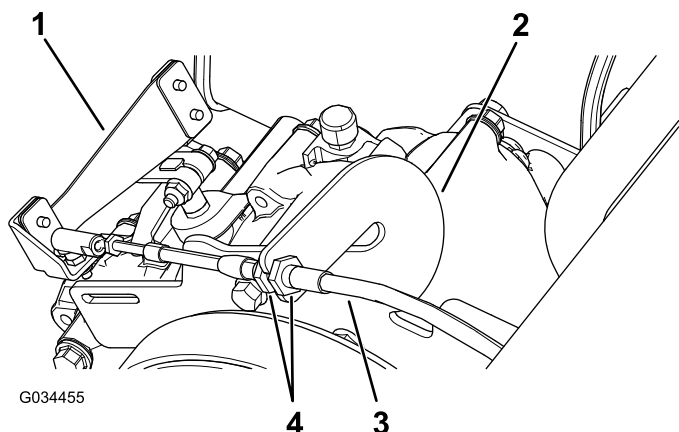

Figura 58
1. Slăbiți piulițele de blocare de pe cablul schimbătorului de viteze și reglați-le după cum este necesar (Figura 58).
2. Testai poziia schimbătorului de viteze rotind selectorul de schimbare a vitezelor în cele 3 poziii diferite i verificai dac maneta schimbătorului de viteze (Figura 58) schimbă corect la schimbarea vitezelor; consultai Manetă de schimbare a vitezelor i indicator de schimbare a vitezelor \(Pagină 13\).